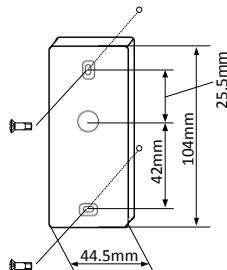

Рис.1. Монтажные отверстия
2. Закрепите считыватель на стене согласно шаблону, приведенному на Рис.1 (крепежные шурупы не входят в комплект поставки).